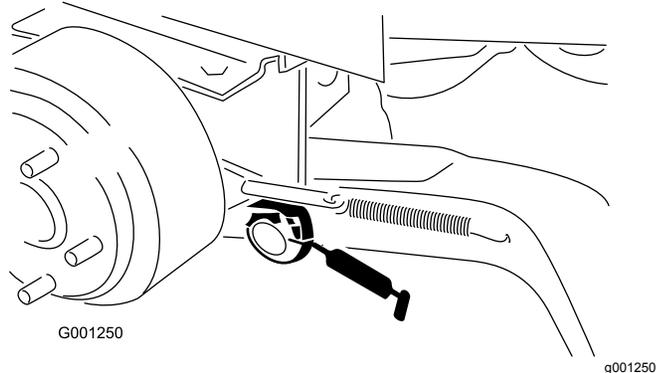

Рисунок 38
- Втулки оси поворота подъемных рычагов (Рисунок 38)